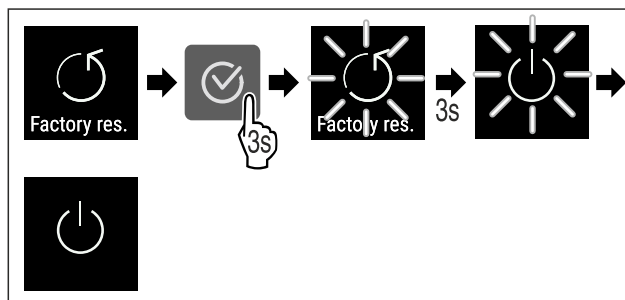

Fig. 102
- ▶ Suorita toimenpidevaiheet (katso Fig. 102).